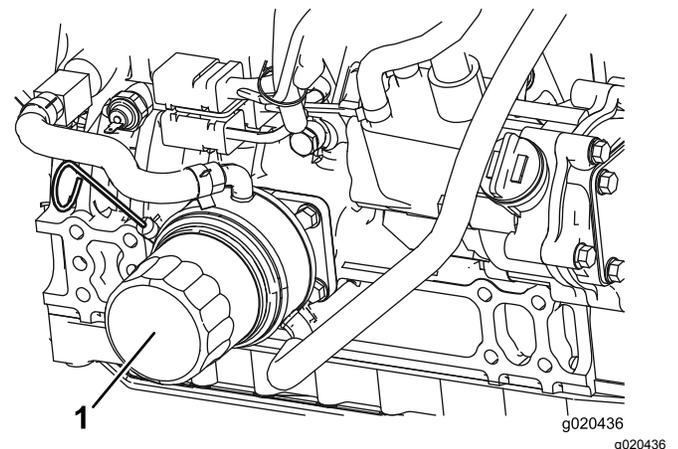

Bild 60
2. Entfernen Sie den Ölfilter (Bild 60).